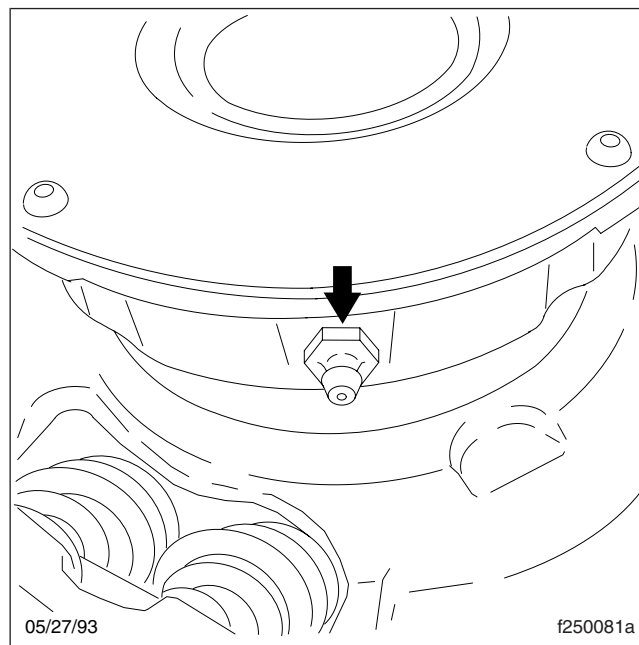

Figura 1, Válvula de engrase del collarín
3. Quite la suciedad de la válvula de engrase. Vea la Figura 1. Utilice una pistola de grasa tipo baja presión equipada con la grasa recomendada, y lubrique el collarín hasta que salga el exceso de grasa por la parte trasera del collarín (hacia la transmisión).